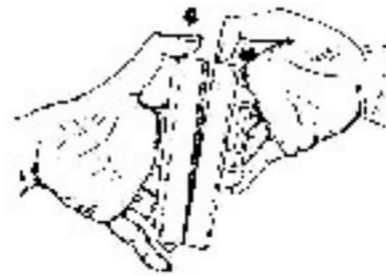

Abb.: 1
4. Schließen Sie das Gehäuse und fixieren Sie es wieder mit der Schraube. Achten Sie darauf das das Kabel des Überschwemmungsdetektor durch den vorgesehenen Kabelausschlass (siehe Abb.:1, S.51) geführt wird. Sie vermeiden dadurch Quetsch- und Druckschäden am Kabel.
1. Entfernen Sie die vordere Gehäuseabdeckung laut Abb.:1, S53.